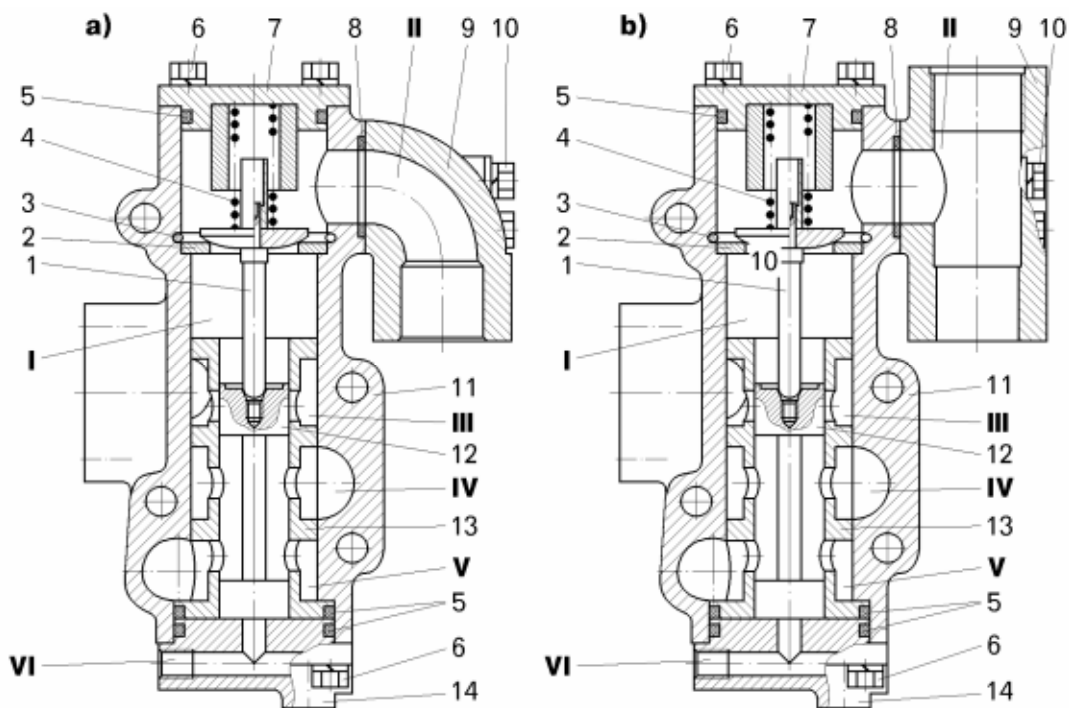

Рисунок 6.22 – Механизм управления тормозом-замедлителем:
- отвернуть болты 6 (рисунок 6.22) крепления крышек 7, 14 и снять крышки;